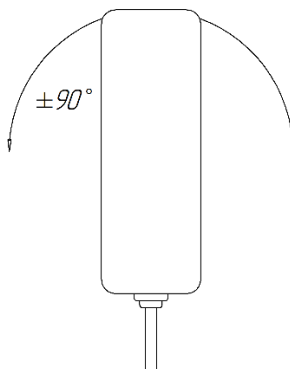

Рисунок 2.5 – Поворот преобразователя при сканировании объекта контроля
4. При неизвестном расположении стержней поиск осуществляется сканированием поверхности объекта в сочетании с поворотом преобразователя на  $\pm 90^\circ$  (рис. 2.5).
Режим сканирования предназначен для поиска арматурных стержней в контролируемой поверхности. Поиск арматурных стержней осуществляется путем сканирования контролируемой поверхности преобразователем в сочетании с поворотом преобразователя (рис. 2.5) до получения минимально возможного для данного случая показания толщины защитного слоя.